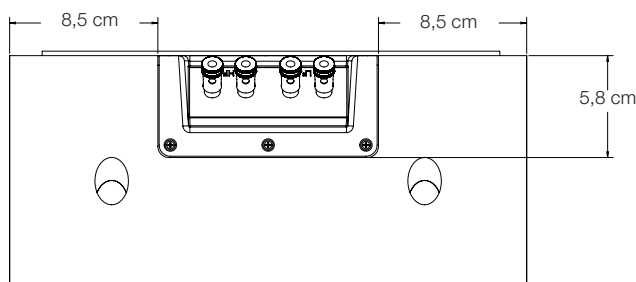

Fig. 13
**BEMÆRK:** Fig. 13 viser terminalkoppens ende på bagkabinettet med mål for at hjælpe dig med at skære et hul eller huller igennem stolpen til at føre højttalerkablerne til terminalerne på SCL-2.